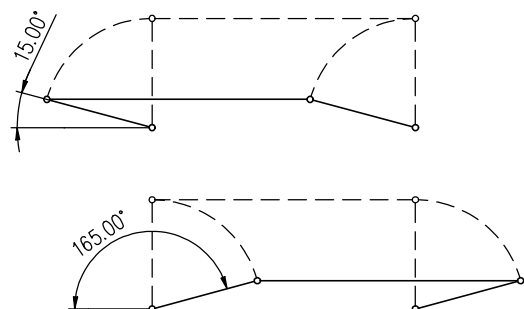

Рис. 1
- ради безопасного применения ЭП необходимо присоединить внешний и внутренний зажим. Установка **внешнего и внутреннего заземляющего зажима** изображена на **Рис.1а и Рис1б.**
#### Механическое присоединение рычажное (рис. 1)
- При сборке рычажного механизма следите затем чтобы угол между рычагом и тягой не был меньше  $15^\circ$  и больше  $165^\circ$ . (Рис.1)